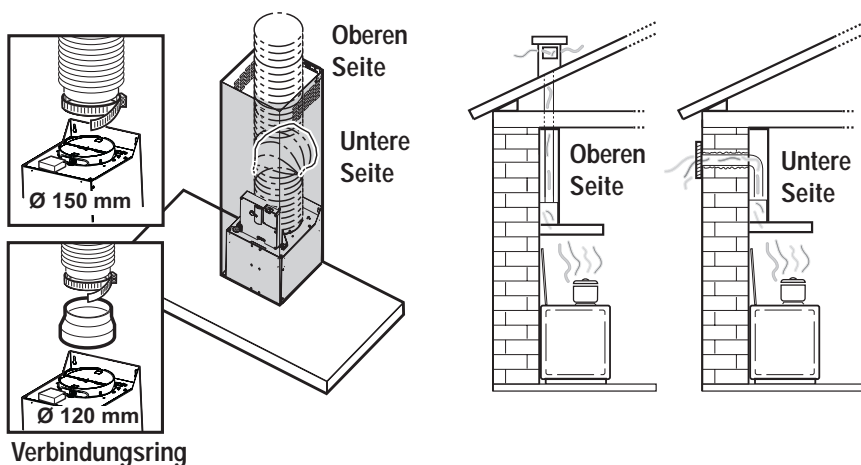

Bild 1
- Die Luft wird mit Hilfe eines an den Abluftstutzen anzubringenden Rohres ins Freie geleitet. **Bild 1.**